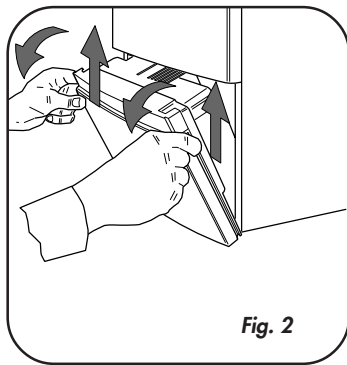

Fig. 2
- Inclinar el tablero de mandos hasta llegar al primer tope de seguridad. Levantar para desbloquear e inclinar hasta que se abra totalmente (fig. 2). **NOTA: NO FUERCEN NUNCA PARA EVITAR QUE SE ROMPA EL MECANISMO DE APERTURA**